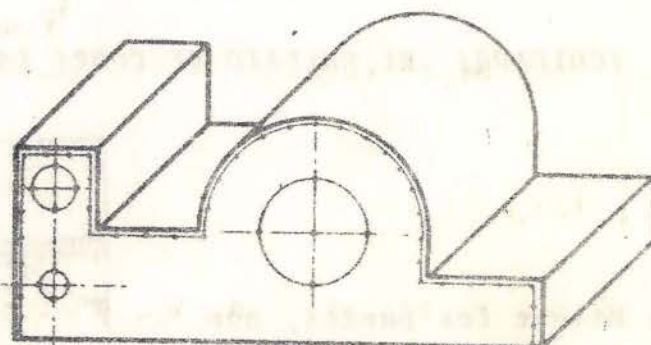

Fig. 5
3. Para efectuar operaciones de desbaste en piezas de fundición, los trazos deben ser punteados con granete (fig. 5).